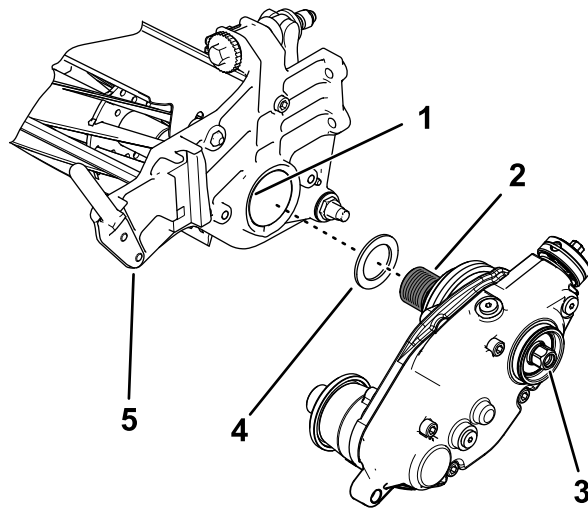

Figura 7
2. Asamblați bailagul peste filetele adaptorului cilindrului (Figura 7).
4. Atați caseta de acionare a dispozitivului de finisare la arborele cilindrului (Figura 7).
6. În timpul blocării cilindrului, strângeți capul hexagonal al arborelui casetei de acționare la 135 - 150 Nm; consultați Figura 7.